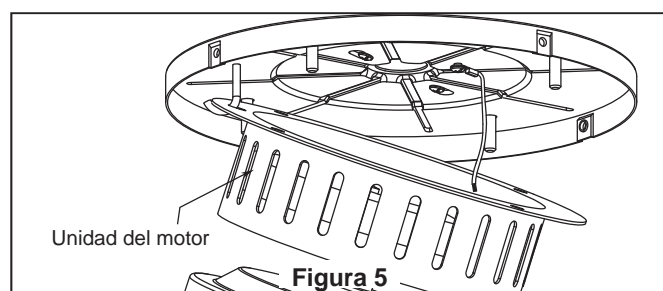

Figura 5
4. Introduzca la unidad del motor en la unidad del soporte del techo tal y como se muestra en la ilustración. (Figura 5) Ahora puede continuar con las instrucciones para realizar la instalación eléctrica de su ventilador.
- 5.** Asegure el vidrio en la unidad de la placa de luz girándolo en el sentido de las agujas del reloj y sin apretar demasiado. (Figura 5)